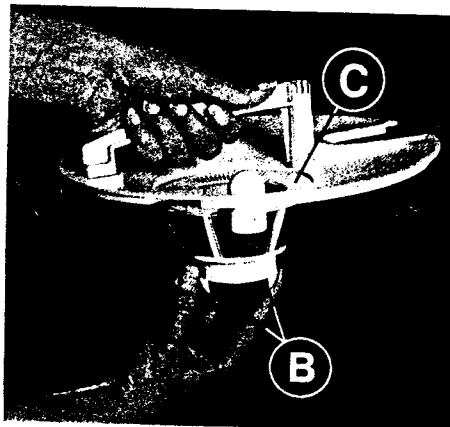

Fig. 32
- Pousser sur les deux clayettes B (fig. 32) pour ôter le filtre central C
- Press on the two tangs «B» (fig. 32) in order to extract the central filter «C».
- Innenfilter C durch Drücken auf die 2 Feder B (Abb. 32) herausziehen.
- Premere sulle due linguette B (fig. 32) per sfilare il filtro centrale C.